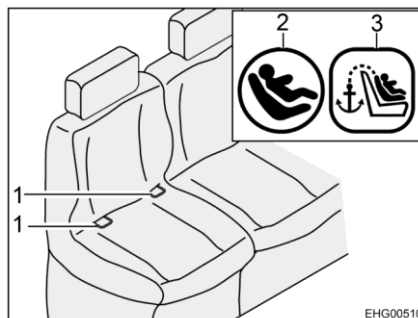
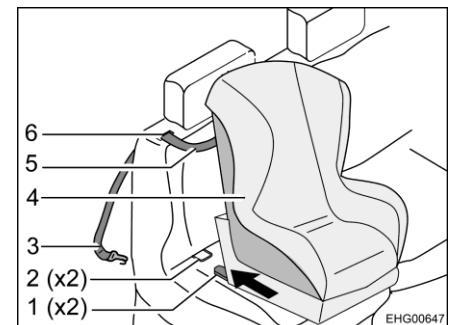

Bild 10 Stol med Isofix
Bild 11 Fastsättning med övre hållrem
- För den övre hållremmen (Bild 11,5) genom skåran (Bild 11,6) i ryggstödet dyna (bredvid nackstödet).
- Haka fast fästkorkarna (Bild 11,3) på förankringspunkten på baksidan av nackstödet på fordonssitsen.
- Låt låsarm (Bild 11,1) i fästbygel (Bild 10,1 och Bild 11,2) klicka på plats. Ett tydligt klickande ljud ska höras.
- Kontrollera med ett kraftigt ryck om barnstolen (Bild 11,4) sitter fast.